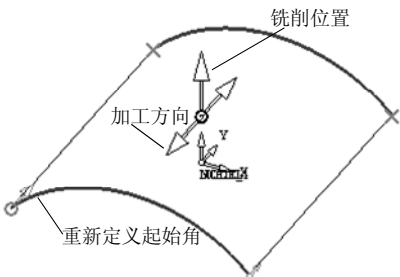

图 2-196 刀路轨迹参数
- 展开“刀路轨迹”选项，设置“步进方式”为“根据残留高度”，并调整“铣削位置”、“加工方向”和“重新定义起始角”，如图 2-196 所示。